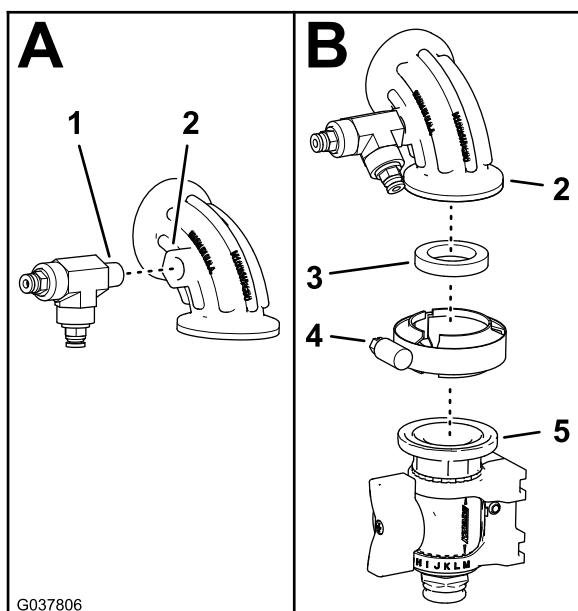

Figura 88
- Montate il raccordo a T che avete rimosso nel passaggio 4 di [Scollegamento del tubo di rilevamento della pressione e del flessibile di alimentazione - kit pistola di irrorazione opzionale o kit avvolgitubo elettrico \(pagina 9\)](#) sul gomito a 90° con un foro di pressione (Figura 88).
6. Montate il gomito a 90° sulla valvola di intercettazione delle flange (Figura 88) con una guarnizione - 25 x 35 mm (1 x 1-3/8 poll.) e un morsetto flangiato - 40 - 64 mm (1-9/16 - 2-1/2 poll.).